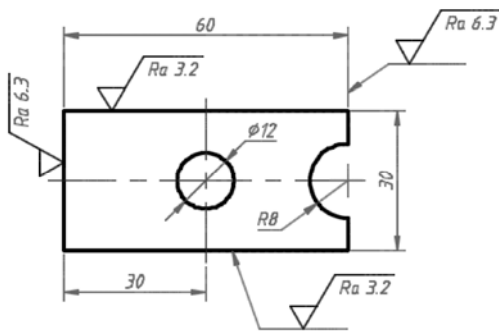

图 9-51 练习图形 2
(9) 在一个新建的图形文件中绘制图 9-51 所示的图形, 按照本章介绍的方法在“工具选项卡”窗口中建立“表面结构要求”工具选项卡, 其中包含相关的表面结构要求符号块, 通过“表面结构要求”工具选项卡在图形中注写表面结构要求符号。注意图形中的两条引线均可用“LEADER”命令创建。本书配套的“表面结构要求符号库.dwg”文件已经建好相关的表面结构要求符号块, 可供读者参考。